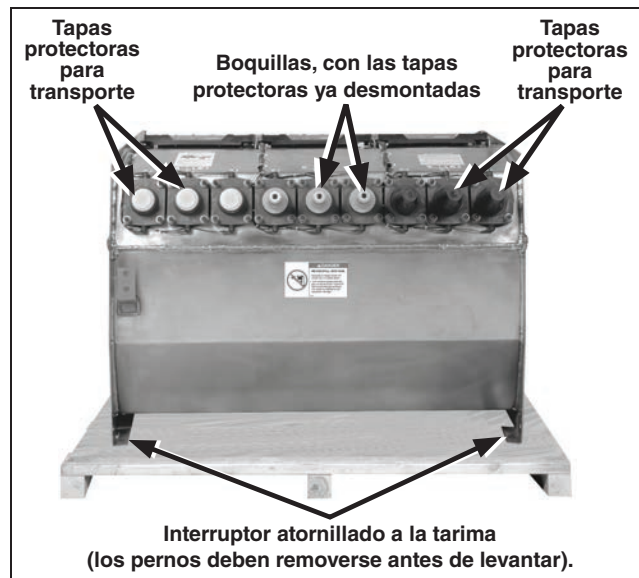

Figura 77. El interruptor va atornillado a la tarima en cuatro puntos para el embarque. (Unidad manual mostrada con fines ilustrativos).
- PASO 2.** Desmonte el interruptor de su tarima y levante el equipo, respetando las medidas de seguridad que se dan en la sección “Manejo” en la página 8. Ver Figura 3 en la página 8 y la Figura 77.